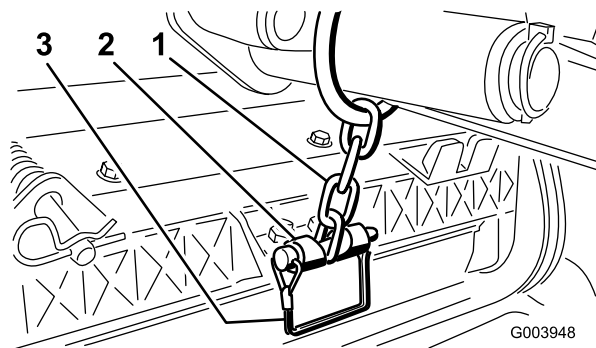

**Figura 16**
- A. Togliete l'acciarino e la rondella che fissano l'albero di articolazione al braccio di sollevamento, ed estraete l'albero dal braccio di sollevamento (Figura 16).
- C. Inserite l'albero del braccio di sollevamento nel braccio di sollevamento, e fissatelo con la rondella e l'acciarino (Figura 16).